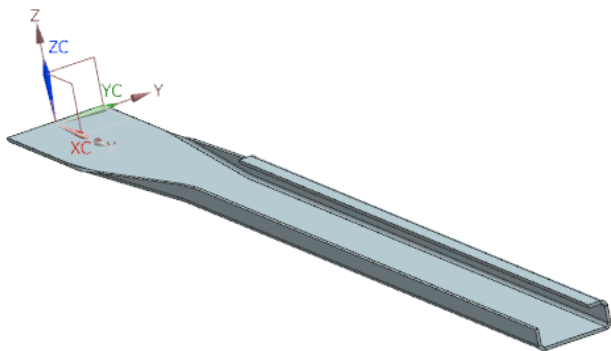

图 10-56 创建高级弯边特征 1
(3) 在“高级弯边”对话框中单击按钮，创建高级弯边特征 1，如图 10-56 所示。